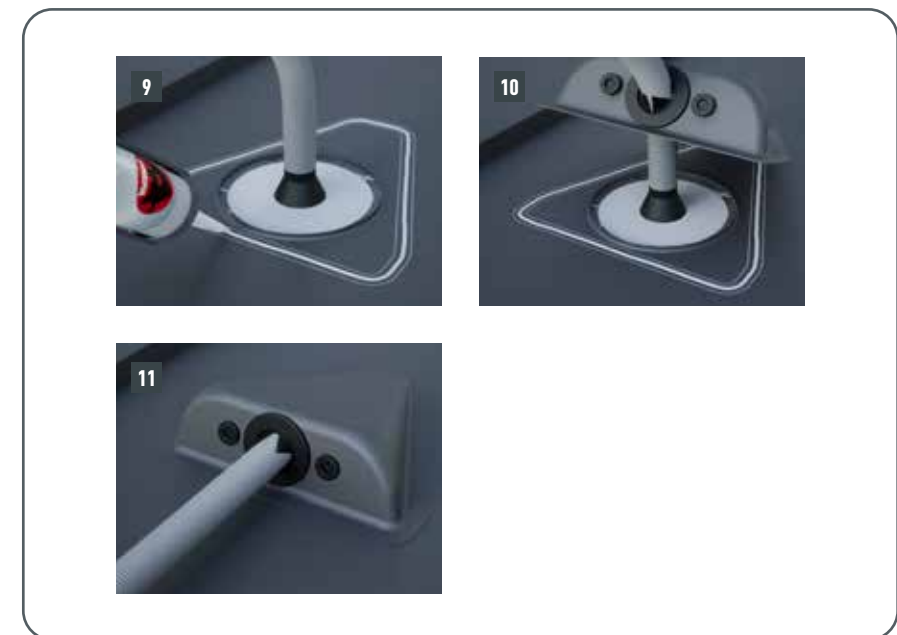

Figure 11 - Pose de la chatière pour panneaux solaires
- Chatière installée (Fig. 11)